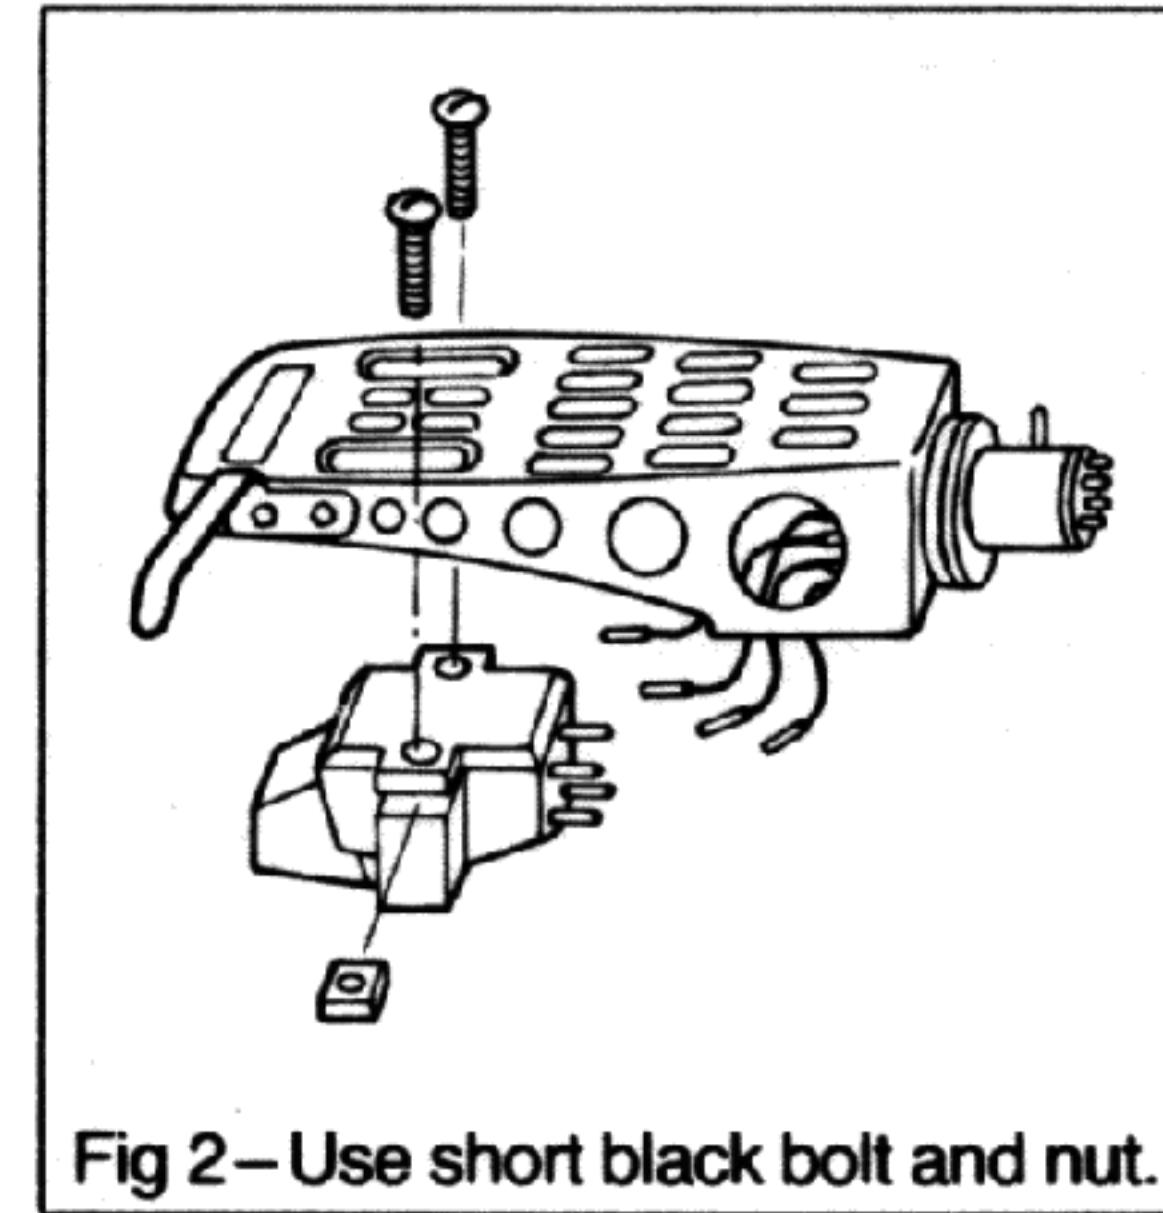

Fig 2—Use short black bolt and nut.
2. See Figures 2 and 3 to determine the basic style of headshell on your tonearm. If it is removable, detach it. Choose the appropriate hardware supplied with this cartridge and mount the cartridge body into the
2. Aus der Abbildung 2 und 3 können Sie die Art Ihres Systemträgers—passend zu Ihrem Tonarm erkennen. Bei einem abnehmbaren Systemträger entfernen Sie diesen zwecks Montage-Erlichterung. Befestigen Sie nun der
2—Voyez les Figures 2 et 3 pour déterminer le type de coquille équipant votre bras. Si elle est amovible, déposez-là. Choisissez les accessoires appropriés fournis avec cette cellule et montez le corps de la cellule dans la coquille. Ne serrez pas encore les vis.